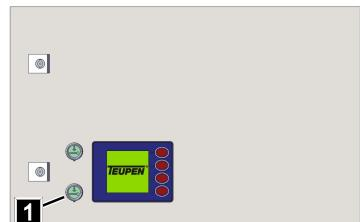

Abb. 114
7. Den *[Drucktaster]* (Abb.114/1) gedrückt halten, bis das Profilpaket vollständig auf die Transportauflage aufliegt und die Bewegung selbstständig stoppt.